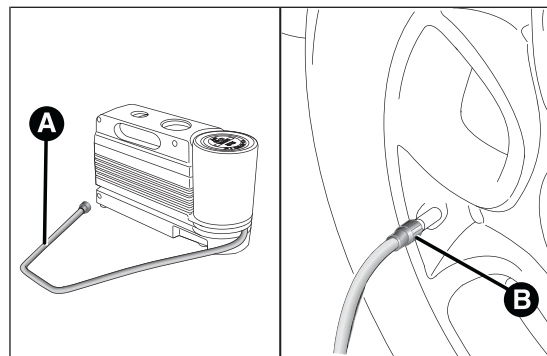

fig. 123
- ☐ **Accionar el freno de mano.** Desenroscar el capuchón de la válvula del neumático, extraer el tubo flexible de llenado A fig. 123 y apretar la corona B en la válvula del neumático;